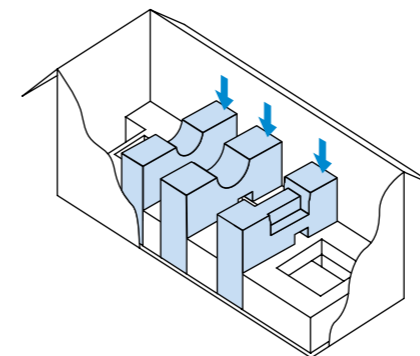

Рисунок 26.
4. Отключить кабель (4) от сети 220/110 В
5. Отключить кабель (2) от кнопки аварийной остановки
8. Отключить кабель (3) от ПК
10. Установить в упаковку ложементы-поддержки (рисунок 26)